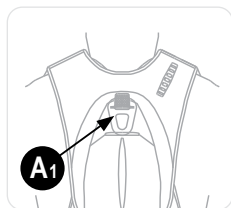

Figura 17
- Cuplați carabiniera cordonului amortizor de energie la punctul de atașare pentru asigurarea la cădere, marcată cu **A1** (figura 17). **A1** este singurul punct de atașare care va declanșa funcția de salvare a echipamentului Latchways PRD.